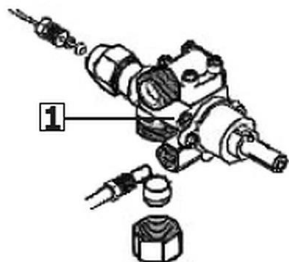

Abb. 11
2. Regulieren Sie die Mindestdurchfluss- oder Bypasschraube (1, Abb. 11).